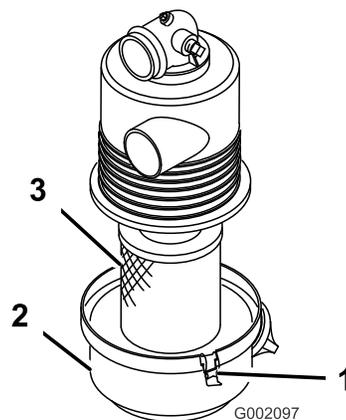

図 12
3. エアフィルタのハウジングにELEMENTを取り付ける (図 12)。
4. エアクリーナのカバーとハウジングを合わせる (図 12)。
5. カバーをハウジングにラッチで固定する(図 12)。